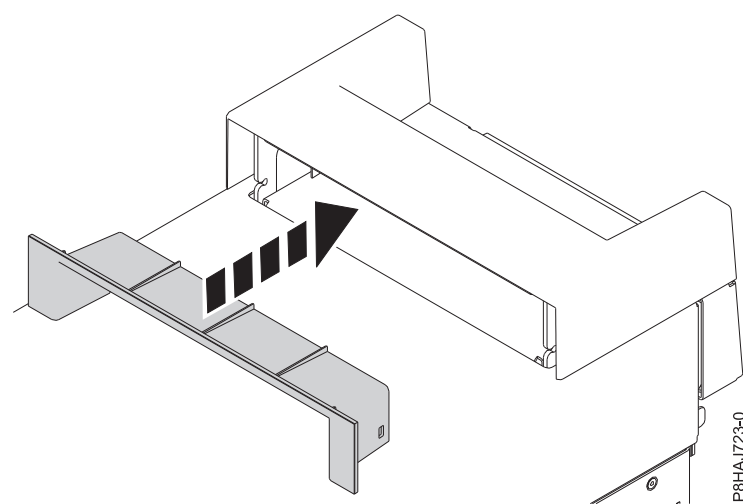

図 25. 8286-41A スタンドアロン・システムのハンドル・カバー内の断片の差し込み
2. ハンドル・カバーの断片をしっかりとハンドル・カバーに押し込んで、断片をハンドル・カバー内に差し込みます (図 25 を参照)。